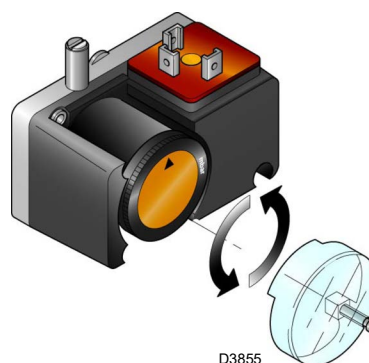

Fig. 32
- Regular o pressostato para controlo de estanquidade (Kit PVP)(Fig. 32 em pág. 36), se houver, de acordo com as instruções fornecidas com o kit.
Regular o pressostato para o controlo de estanquidade (kit PVP) (Fig. 32) de acordo com as instruções fornecidas com o kit.